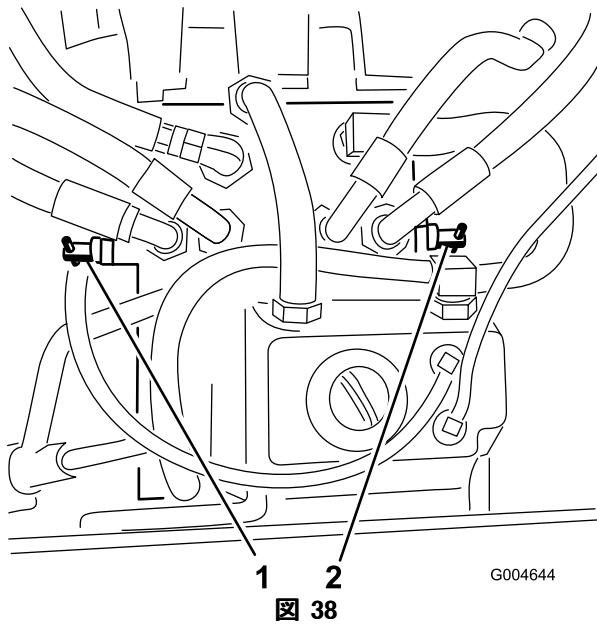

図 38
各バイパス・バルブを右回りに1回転させ、手で普通に締めてください（締め付けトルクで約8 N·m (0.8 kg·m)）（図 38）。
- 各バイパス・バルブを左回りに1回転させる（図 38）。